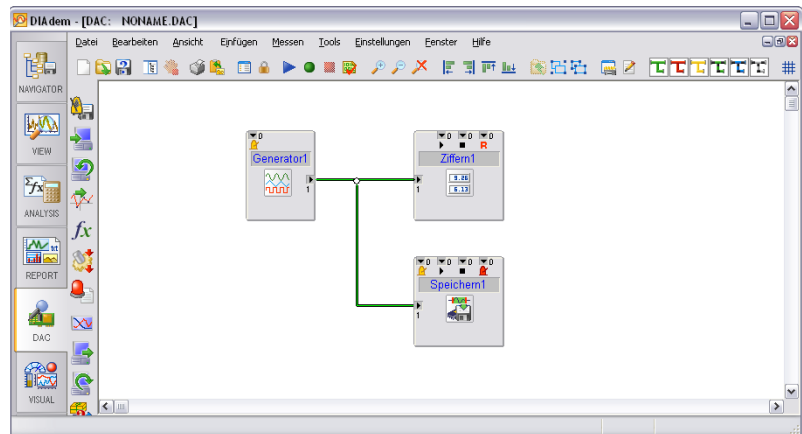

Abbildung 7-2. Erweiterter Schaltplan mit Datenspeicherung
5. Klicken Sie auf die grüne Datenleitung und ziehen Sie die Leitung mit gedrückter linker Maustaste auf den Dateneingang des Speichern-Blocks wie in Abbildung 7-2.